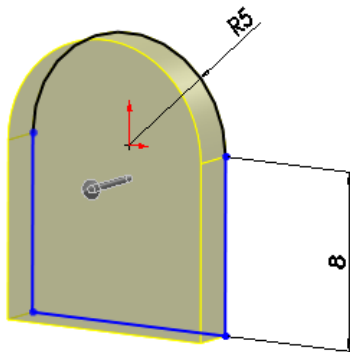

图 10-169 进行拉伸操作
3) 生成“拉伸”特征。单击“特征”工具栏中的 (拉伸凸台/基体) 按钮, 或选择“插入”→“凸台/基体”→“拉伸”菜单命令, 系统弹出“凸台-拉伸”属性管理器, 在方向 1 的“深度”栏中输入数值“2”, 如图 10-169 所示, 单击 (确定) 按钮。
4) 绘制另一个草图。单击图 10-169 所示的拉伸实体的一个面作为基准面, 然后单击“草图”工具栏中的 (边角矩形) 按钮, 绘制一个矩形, 矩形要大于拉伸实体的投影面积, 如图 10-170 所示。